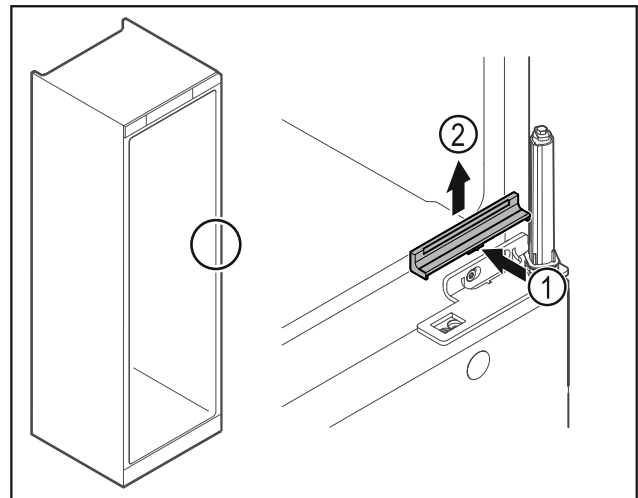

Fig. 25
- ▶ Šiek tiek įspauskite dengiamąją plokštelę Fig. 25 (1) viduryje ir nuimkite į viršų Fig. 25 (2).